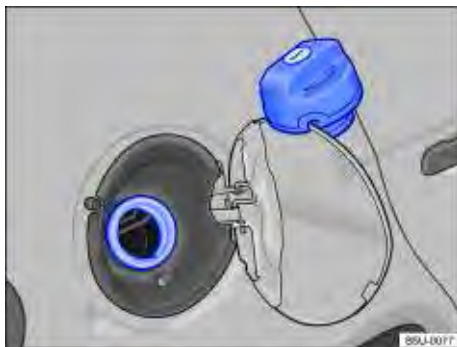

Fig. 123 Portinhola do tanque de combustível aberta com a tampa do tanque de combustível pendurada.
- Girar a tampa do tanque de combustível no sentido anti-horário e encaixar a tampa na dobradiça da portinhola do tanque de combustível ⇒ Fig. 123.